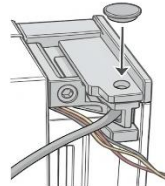

Fig 4
4. Вернитесь к верхнему шарниру. Поддерживайте вес стеклянной двери одной рукой, чтобы она не упала. Используйте инструмент, чтобы открутить или нажать на механизм штыря верхнего шарнира, чтобы освободить верхнюю точку поворота двери. (Рис. 4)
6. Аккуратно вытащите внутренний жгут провода из верхнего углового слоя на новой стороне. Протяните эти провода правильно через канал верхнего кронштейна петли перед установкой. Выверните верхний кронштейн петли на раму, чтобы провода оставались свободными и не зажатыми. Закрутите первый винт вручную, чтобы зафиксировать его на месте. (Рис. 4)
4. Вернитесь в верхний угол шкафа. Вставьте шестигранник / шестигранник в верхнее отверстие для винта на шарнире. Поверните его по часовой стрелке, чтобы полностью затянуть штифт, убедившись, что верхняя часть двери стабильна. Найдите маленькую пластиковую крышку. Вдавите крышку прямо в верхнее отверстие винта над недавно затянутым штифтом, чтобы скрыть фурнитуру и завершить сборку. (Рис. 4)